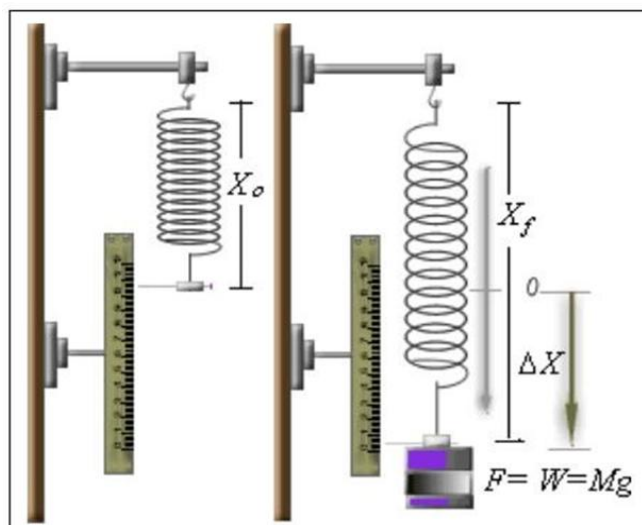

Figura 1. Alargamiento de un resorte simple
1. Realice el montaje de la figura 1. Cuelgue un resorte del brazo horizontal del soporte para ley de Hooke.